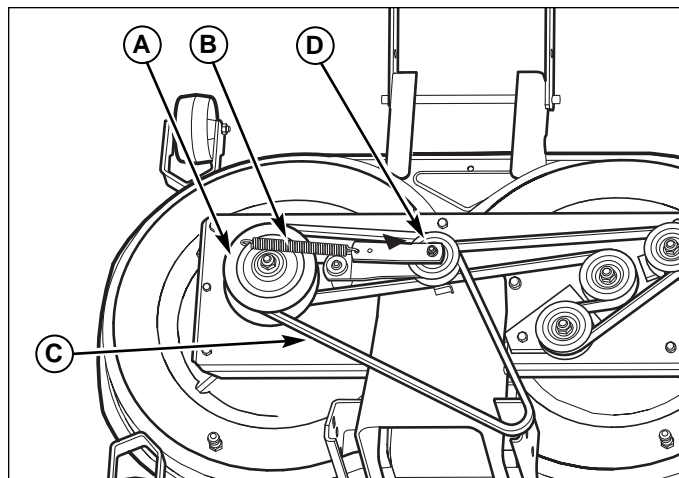

Figure 43. Plateau de coupe de la tondeuse - (Couvercles retirés)
3. Déposer le couvre-courroie pour exposer la poulie de PDF (A, Figure 43).
4. Démontez la poulie de ressort (B) du trou à la parenthèse support.
5. Déposer la poulie de PDF et la courroie (C).
6. Monter la nouvelle courroie sur la poulie de PDF (A) et la poulie folle (D) comme montré.